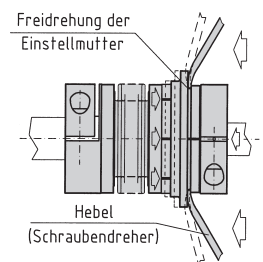

Bild 3b
Die R+W-Sicherheitskupplung kann an 6 Punkten innerhalb einer Umdrehung mit geringer Eindrückkraft E (Tabelle 2) wieder eingearstet werden. Die Markierungen der Einrastposition (13) auf der R+W-Sicherheitskupplung müssen übereinander stehen. Ab Serie 60 kann das Einrasten auch mit 2x Hebeln, die an einer Eindrehung der Einstellmutter abgestützt werden, erfolgen. Als Hebel können auch 2x Schraubendreher verwendet werden (Bild 3b).